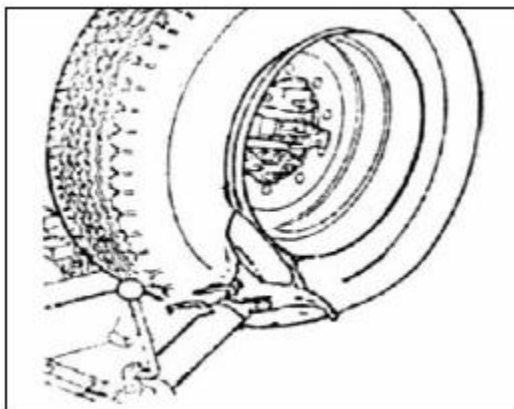

Рис. 9
- 3) используйте джойстик (5), чтобы обеспечить надежное примыкание отжимного диска (12) к ободу колеса. (см *Рис. 9*).